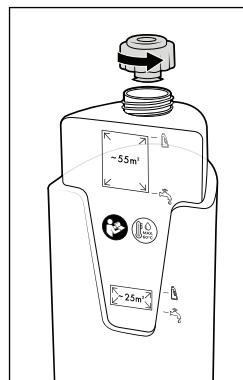

Fig. 7
- ◆ Dé la vuelta al depósito de agua limpia ⑪ y desenrosque el tapón de cierre (consulte la fig. 7).